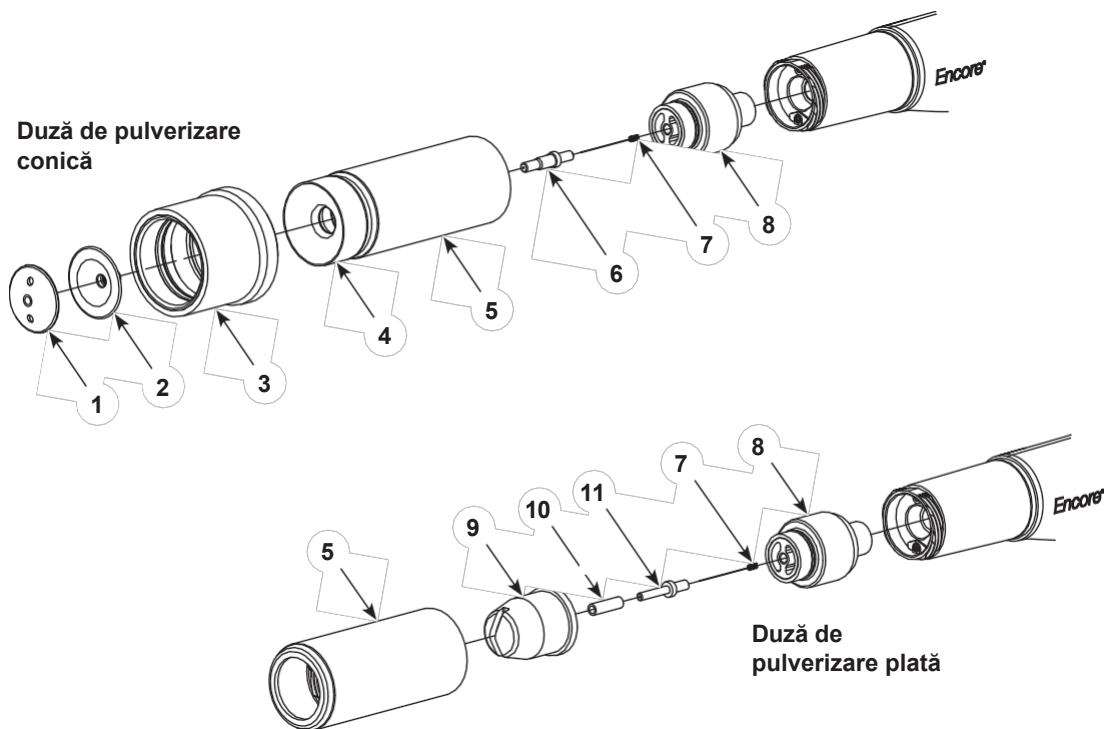

Figura 3-5 Schimbarea de la o duză de pulverizare conică la una plată sau de colț (prezentat cu duza de pulverizare plată)
A se vedea figura 3-5. Pentru a trece de la duza conică standard la o duză de pulverizare plată sau de colț trebuie comandate următoarele articole.
2. A se vedea figura 3-5. Scoateți duza din pistol:
**Duză conică:** Deșurubați capacul deflectorului (1), apoi scoateți deflectorul (2). Deșurubați piulița duzei (4) și scoateți-o împreună cu duza și manșonul modelului (3) din pistol.
**Duză de pulverizare plată sau de colț:** deșurubați piulița duzei (4) și scoateți-o împreună cu duza (8) din pistol.
3. Scoateți suportul electrodului (7) din pistol.
6. Dacă utilizați o duză conică, scoateți manșonul modelului (3) de pe piulița duzei și de pe duză. Curățați toate piesele îndepărtate cu un pistol de suflat cu presiune scăzută. Ștergeți piesele cu o cârpă curată și uscată.